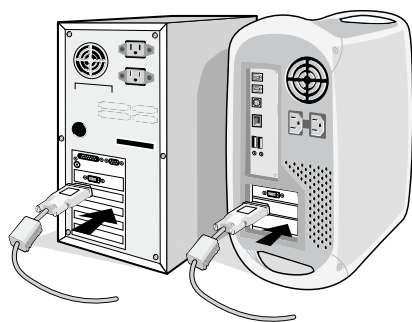

图 A.1
2. 对于具有 DVI 数字输出的 PC 或 MAC：连接 DVI 信号线到系统显示卡的连接器（图 A.1）。然后拧紧所有螺丝钉。